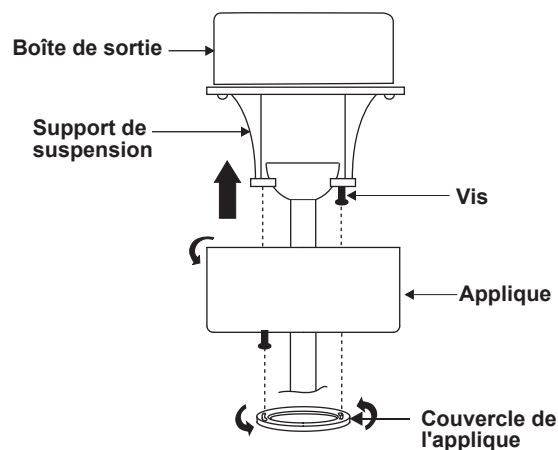

Figure 10
2. Faites glisser l'applique jusqu'au support de suspension et placez le trou de serrure sur l'applique au-dessus de la vis sur le support de suspension, tournez l'applique jusqu'à ce qu'elle se verrouille en place à la section étroite des trous de serrure. (Fig. 10)